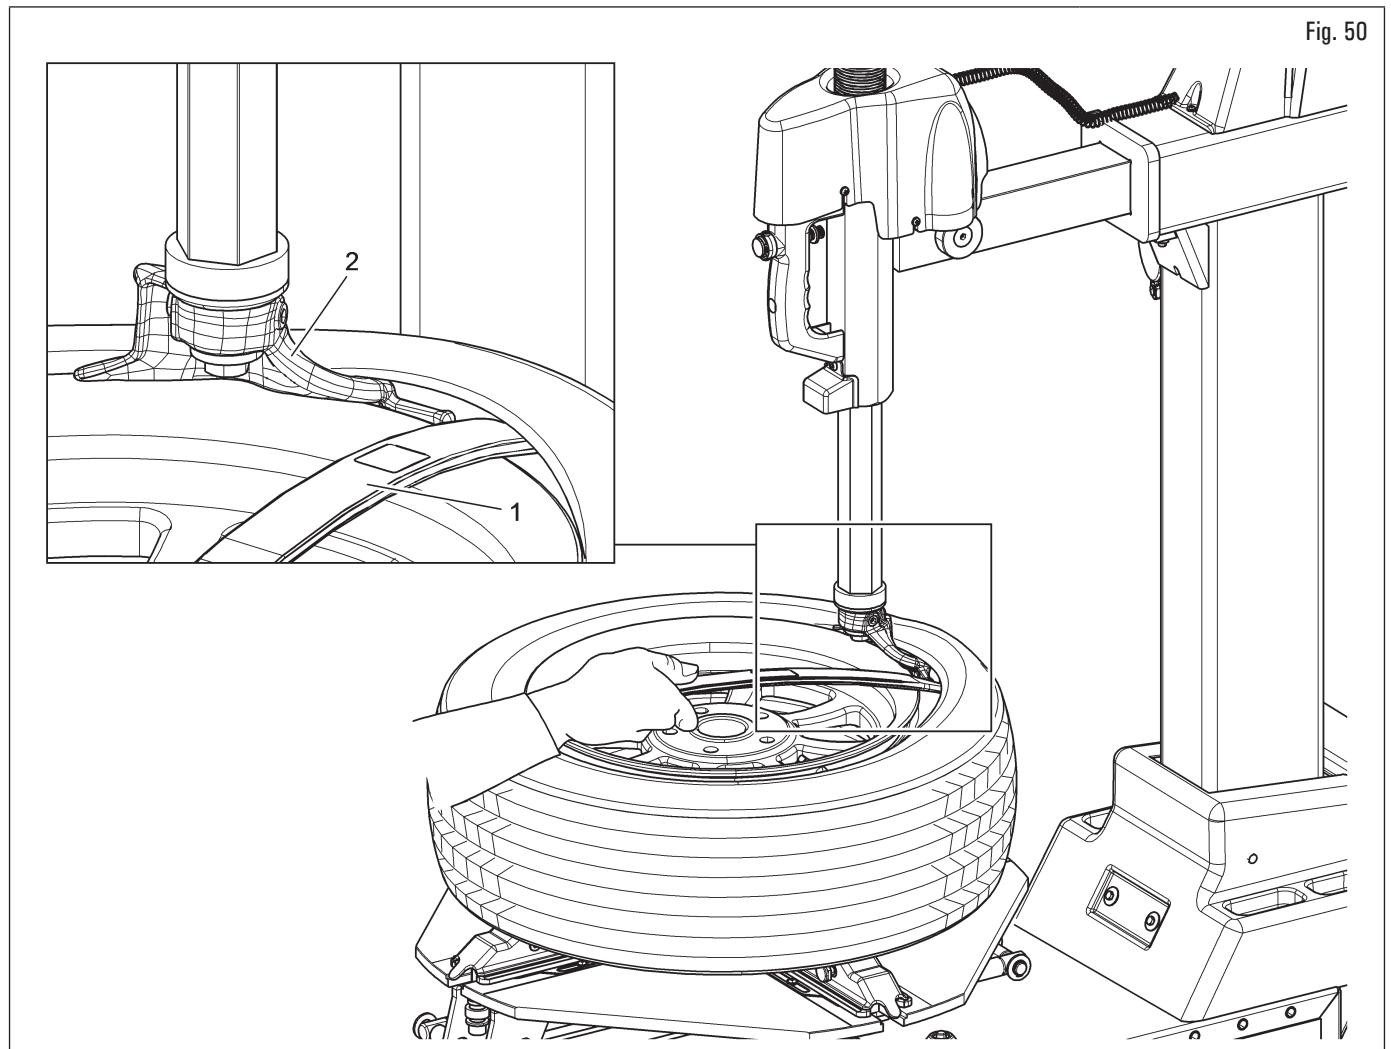

Fig. 50
Después de haber bloqueado la rueda, se procede al desmontaje del neumático siguiendo las siguientes instrucciones, con referencia a la Fig. 50:
4. con el auxilio de la palanca (Fig. 50 ref. 1) forzar en el borde del neumático posicionándolo en la uña de la cabeza útil (Fig. 50 ref. 2);
Si el borde del neumático, en neumáticos particularmente "duros" desciende de la cabeza útil, antes de girar el mandril en el sentido de las agujas del reloj, hacerlo girar por algunos centímetros en el sentido contrario a las agujas del reloj, manteniendo la leva (Fig. 50 ref. 1) en posición.